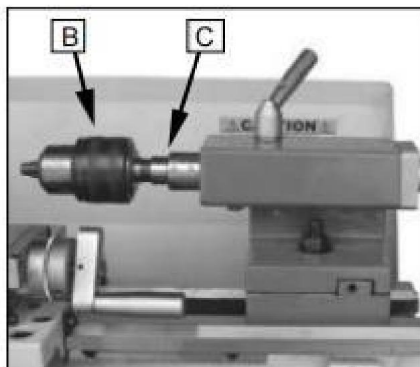

Fig. 28
Gebruik de boorkop om centreerboren en spiraalboren in de losse kop te houden (B) (Fig. 28)
Een doorn is nodig om de boorkop in de losse kop te monteren. Deze heeft een No. 1 Morse-conus. (C) Afb.28